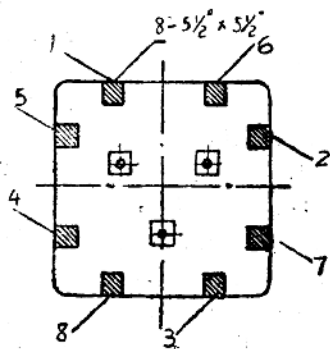

图 14
3. 按图14所示順次垫入各車脚木，在垫1、2、3、4的四只車脚木时，应随时检查机框的水平；当垫 5、6、7、8 的四只車脚木时可視附近二只車脚木的松劲与否而定，不必再每只都去检查水平。这样垫的优点是：
①当开始的四只車脚木垫好后，机架已經平穩，着力均匀，这样在安装中如当日垫不完（該机垫車脚由木工一人进行，兼看水平和校正机框位置一般需二天），次日續垫时，机框水平質量可保持良好。
②在垫入后来的四只車脚木时，木工就不必再每次到机框上去检查水平。这就节省了用工，提高了工作效率。